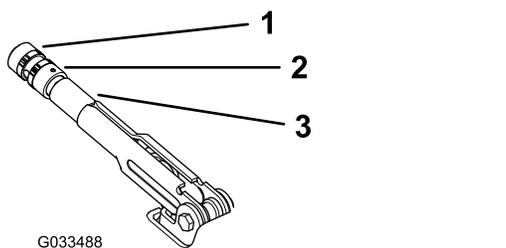

Рисунок 65
2. Ослабьте установочный винт, который крепит рукоятку к рычагу стояночного тормоза (Рисунок 65).